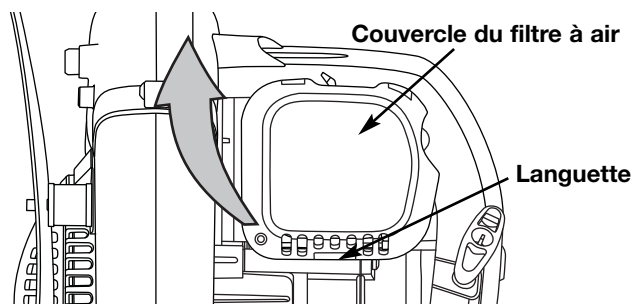

Fig. 23
- Ouvrez le couvercle du filtre à air. Enfoncez la languette située à gauche du couvercle, tirez celui-ci vers vous pour le dégager du boîtier du filtre à air (Fig. 23).